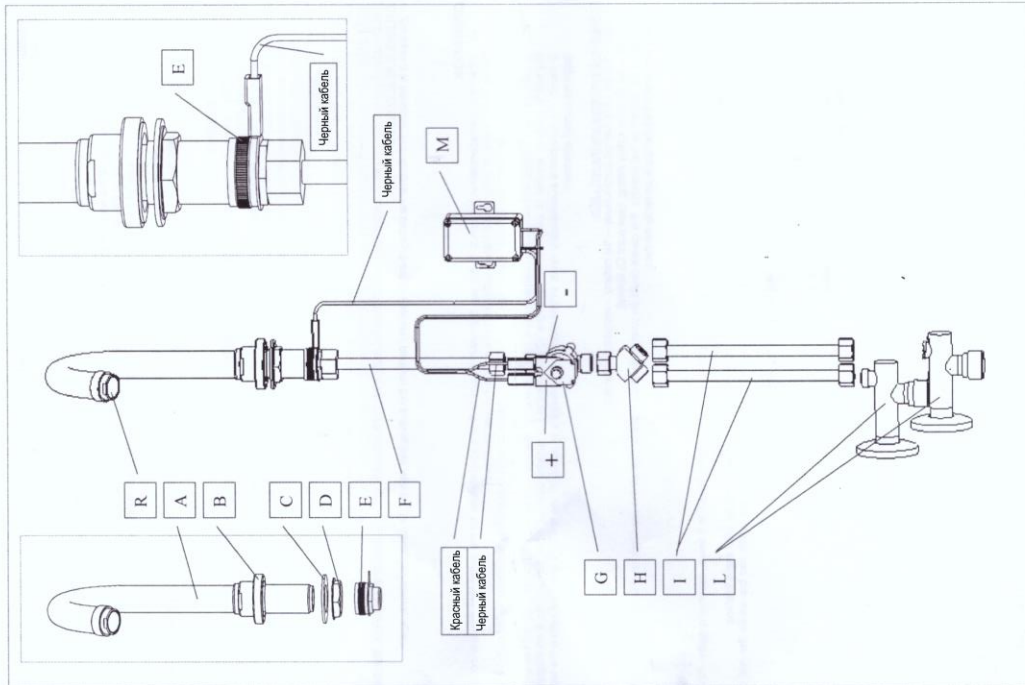

Рисунок 1. Установка
1. Установите смеситель (A) в отверстие, убедившись, что блок (B) и прокладка между смесителем и опорной поверхностью присутствуют (верхний левый квадрат на рисунке 1).
2. Зафиксируйте все гайкой (D) после установки прокладки (C) (верхний левый квадрат на рисунке 1).
3. Установите фитинг (E), используя прокладку (верхний левый квадрат на рис. 1), а затем гибкий нейлоновый шланг (серый) (F) (рисунок 1)
4. Подсоедините электромагнитный клапан (G) к гибкому шлангу (F), **обращая внимание на стрелку**, нанесенную на его корпус, определяющую поток воды, поступающей в смеситель (рис. 1).
5. Установите штуцер (H) на вход электромагнитного клапана (G).
6. Подсоедините металлические гибкие трубки (I) к входу штуцера (H), убедившись, что холодная вода подсоединена к входу **с помощью обратного клапана**, а другие концы подсоедините к выходу фильтрующих клапанов (L) (стандартная комплектация), установленных на выходе воды.
7. После установки и закрепления блока управления (M) выполните электрические подключения (рис. 1)
- Подсоедините черный кабель заземления black tap к латунной накладке типа "faston", присоединенной к ранее установленному фитингу (E). (Верхний левый правый квадрат на
А – Демонтируйте аэратор (R) с помощью гаечного ключа (рисунок 1).